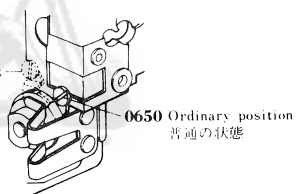

Fig. 22
- 1) Set the Release lever under 0644. See Fig. 22.
- 1) レリーズレバーが0644の下にくること。Fig. 22参照。